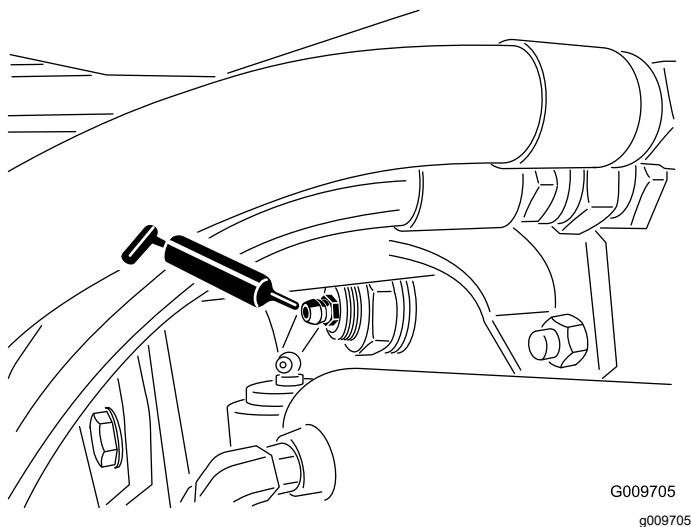

Bild 76
- Hinterachsen-Drehbüchsen (2), wie in Bild 76 abgebildet